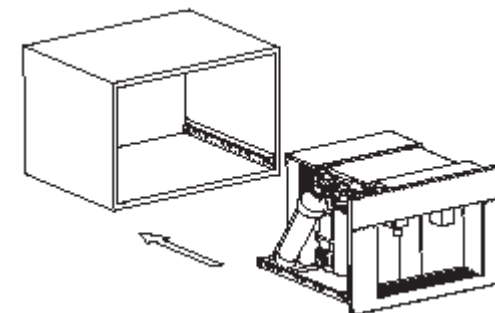

Рис. 6
- Установите центр фильтрования и очистки воды на эти направляющие (рис. 6).